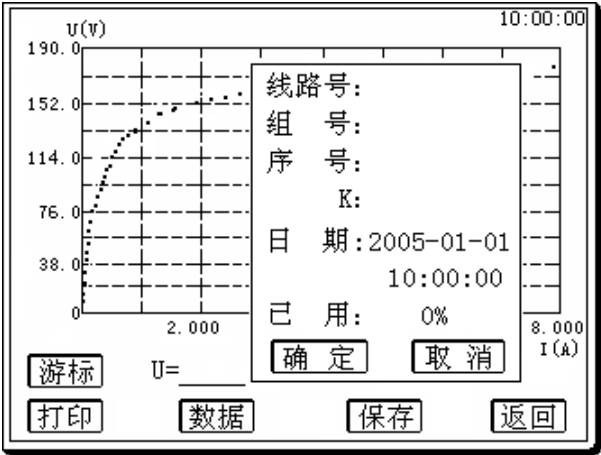

图 21
**参数设置：**选定 **保存** 后，界面上将弹出被测 PT 参数对话框（如图 21 所示），通过旋转鼠标即可设置线路号、组号、相序、K 值等参数并自动记录当前数据保存的时间及日期、显示记录存储空间的使用率。参数设置完毕之后，按下 **确定** 即可将当前所测数据保存在内存中。